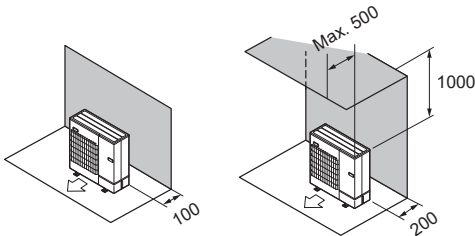

Fig. 2-7
- ① Hindernisse nur auf der Rückseite (Fig. 2-7)